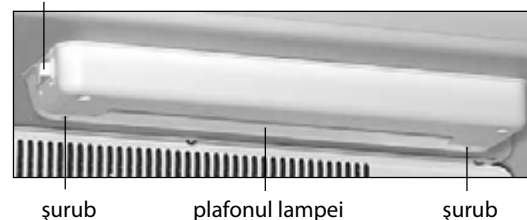

Figura 1
5.1.3 Activarea și dezactivarea iluminării camerei frigiderului, cu excepția XT-1006-XXX, XT-1007-XXX, XT-1008-XXX, se face cu ajutorul întrerupătorului de lumina a camerei de pe lămpă de iluminare, în conformitate cu figura 1 (întrerupătorul poate fi situat pe partea cealaltă a lămpii).